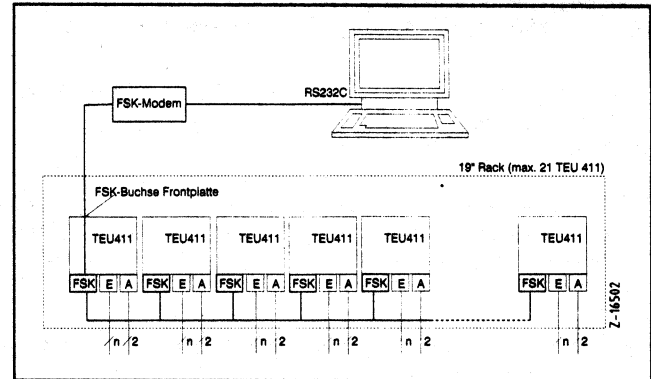

Bild 13 Meßumformer mit FSK-Bus
- Bild 13: für Meßumformer (19" Steckkarte) mit FSK-Bus. Die Ein- und Ausgangssignale der Meßumformer werden in ihrer Funktion nicht beeinflusst und bleiben galvanisch getrennt.